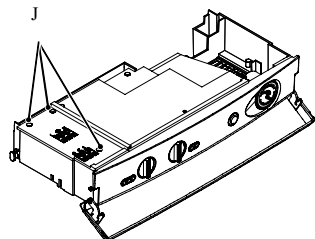

Fig. 5.7
- 4 Loosen the screws J and remove the service panel (Fig. 5.7).
- 4 Освободите винты J и снимите панель обслуживания (Fig. 5.7).